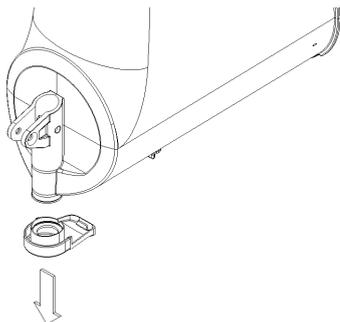

figura 15
**7** Rimuovere dal contenitore il restrittore di flusso (vedere figura 15).
**5** Rimuovere dal contenitore il restrittore di flusso (vedere figura 15).